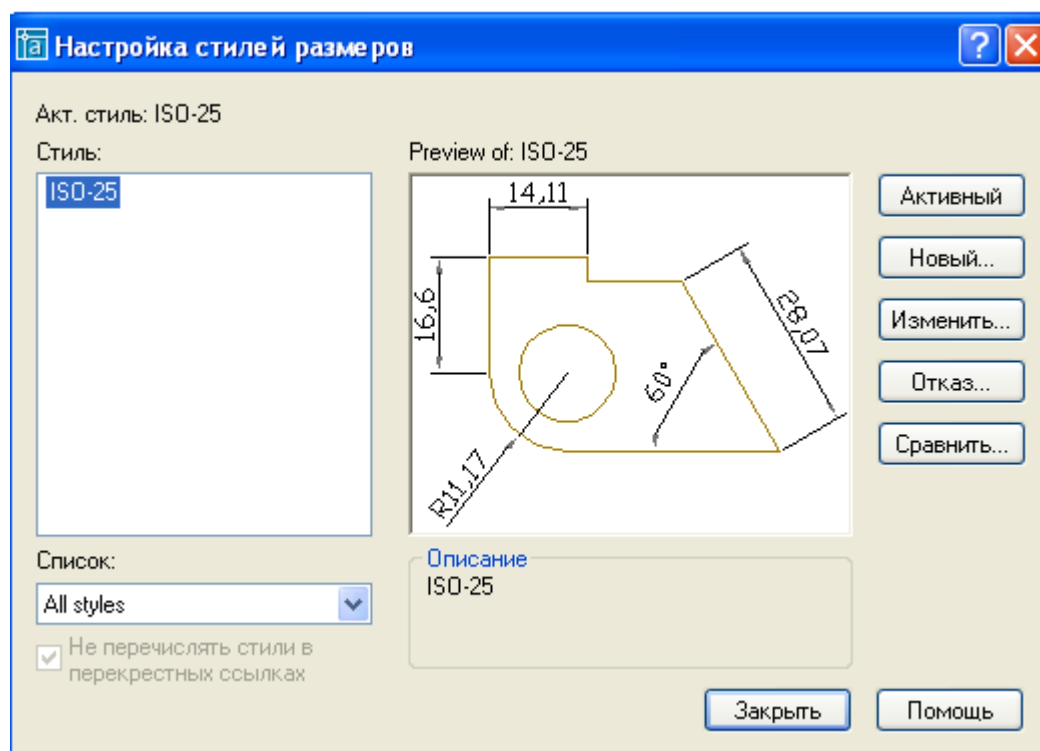

Рис. 3.6 Диалоговое окно Настройка стилей размеров
- Команда **DIMSTYLE (Стиль размера)** обеспечивает работу с размерными стилями в диалоговом окне **Dimension Style Manager (Настройка стилей размеров)** (Рис. 3.6.)